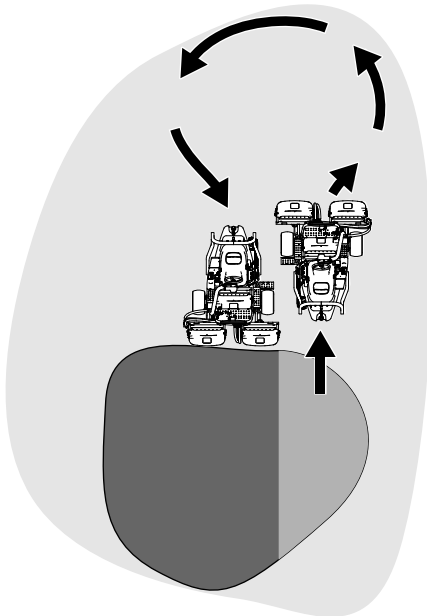

Figura 22
6. Per ridurre i tempi operativi e facilitare l'allineamento per la passata successiva, sterzate momentaneamente la macchina nella direzione opposta, quindi sterzate nella direzione della porzione non tagliata. Questo movimento delinea una curva a goccia (Figura 22) che allinea rapidamente la macchina per la passata successiva.